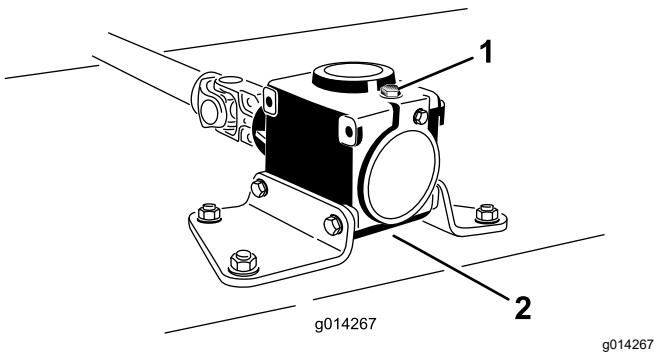

Figura 22
6. Retire a vareta/tampão de enchimento da parte superior da caixa de velocidades (Figura 22) e verifique se há lubrificante entre as marcas da vareta.
6. Retire a vareta/bujão de enchimento da parte de cima da caixa de velocidades (Figura 22).